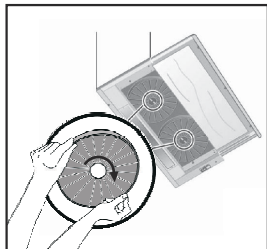

Fig. 5: KOLFILTER
- 1. Sätt i kolfiltren med de ihåliga sidorna mot ytan på motorn(erna) (Fig. 5).
- 2. Kolfiltret måste nu "skruvas" medurs på motorytorna (Fig. 5).